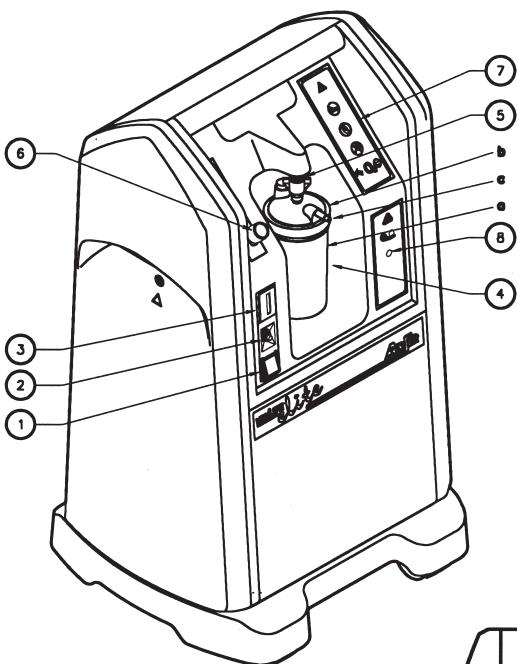

Fig. I.1
I. 1. Forpanel (Fig. I. 1).....	2-DA
### I. 1. Forpanel (Fig. I. 1)